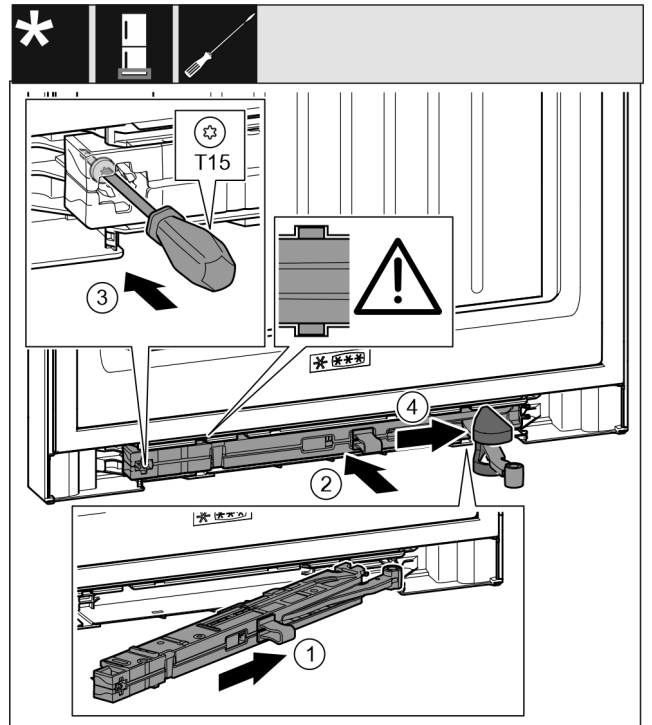

Fig. 44
- ▶ Під нахилом просуньте демпферний вузол з боку опорного кронштейна в отвір до упору. Fig. 44 (1)
- ▶ Повністю вставте демпферний вузол в отвір. Fig. 44 (2)
- ▶ Закрутіть гвинт за допомогою викрутки T15. Fig. 44 (3)
- ▶ Просуньте кришку через шарнір. Fig. 44 (4)